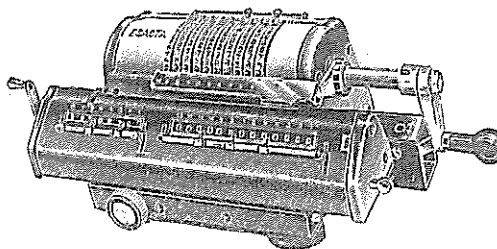

Fig. 50 - CALCOLATRICE A LEVE ESACTA - MODELLO STANDARD 1100.
1. modello 1100 standard (vedi fig. 50);